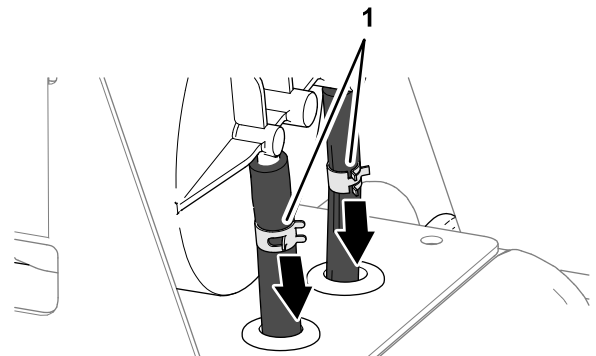

Figura 79
3. Afloje las 2 abrazaderas que sujetan las mangueras a los acoplamientos del cartucho de carbón (Figura 79).